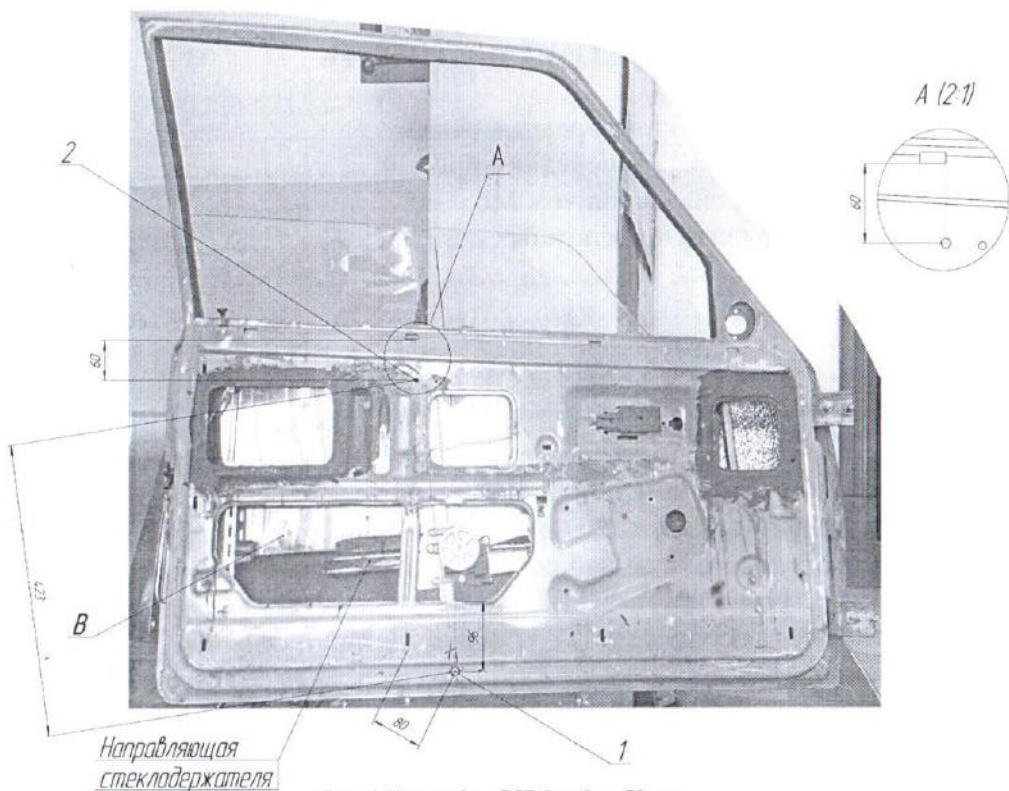

Рис. 1. Установка ЭСП в левую дверь.
6.5.2. Разметить штангенциркулем, затем просверлить два отверстия «1», «2» диаметром 6,5 мм на внутренней стенке двери с координатами (см. рис. 1).
6.5.3. Опуская стекло вниз, завести две пластины с приваренным винтом М6 поочередно в направляющую стеклодержателя (см. рис. 1), закрепить гайкой М6 (из комплекта монтажных и крепежных деталей).
6.5.4. Через окно двери «В» ввести ЭСП в полость двери, совместить с просверленными отверстиями «1» и «2», закрепить гайками М6 из комплекта монтажных и крепежных деталей (см. рис. 1).